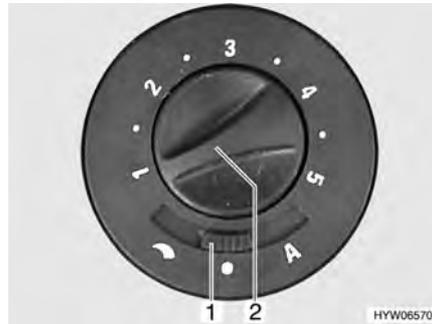

Fig. 120 Commutateur de commande du ventilateur à air pulsé
- Régler l'interrupteur à curseur (Fig. 120,1) sur "☾" (réglage manuel) ou "A" (mode automatique).
- Régler (réglage manuel) ou limiter (mode automatique) la puissance désirée du ventilateur à air pulsé à l'aide du bouton de commande (Fig. 120,2).
- Régler l'interrupteur à curseur (Fig. 120,1) sur "●" (arrêt).